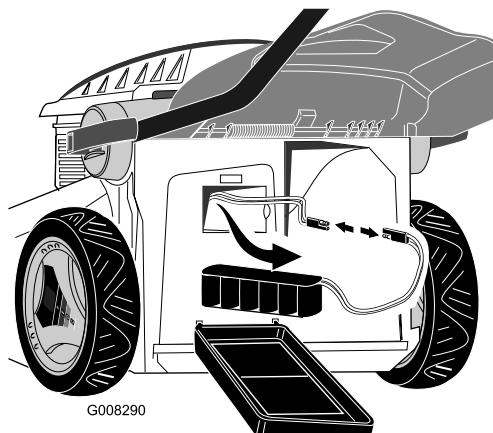

Figure 26
2. Sortez la batterie du bac, débranchez le câble de batterie du câble de tondeuse (Figure 26).